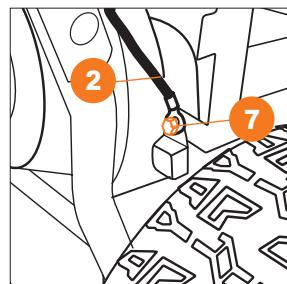

Рис. 17.2
- Ключом 10 мм отворачиваем винт 7 на корпусе двигателя. Подключаем черный минусовой кабель 2, идущий от панели управления на корпус двигателя и затягиваем винтом 7 (Рис. 17.2).